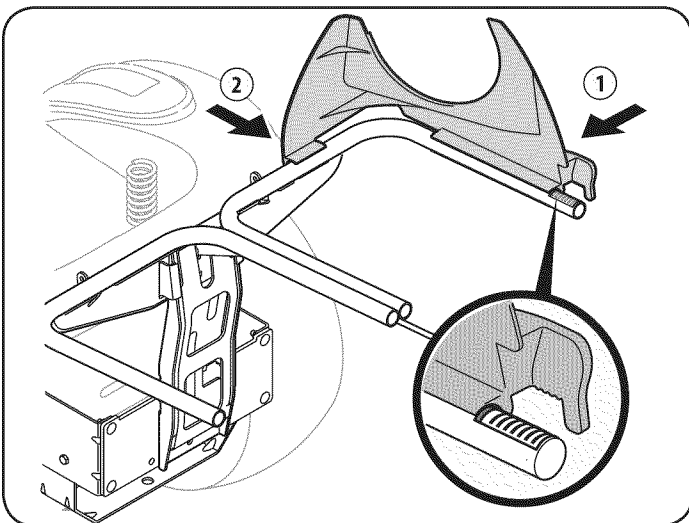

Figure 10
1. Ajustar el soporte plástico canal superior en su lugar enganchando la parte lateral en el riel de soporte de la bolsa con el borde de la característica de ajuste alineada con la línea roja (1), tal como se muestra en el recuadro de la Figure 10.
2. Coloque la parte delantera del soporte superior del conducto a la barra de soporte de la bolsa como se ve en la 2 de la Figure 10.